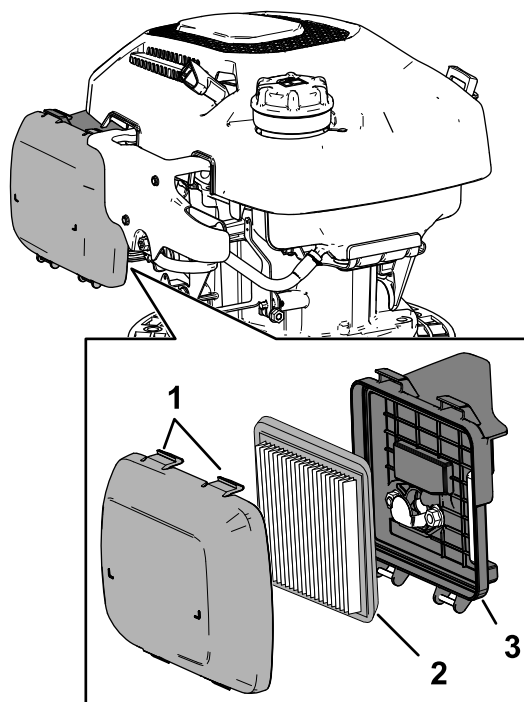

Figura 33
1. Apăsai în jos urechile de blocare din partea de sus a capacului filtrului de aer (Figura 33).
3. Îndepărtați elementul de filtrare (Figura 33).